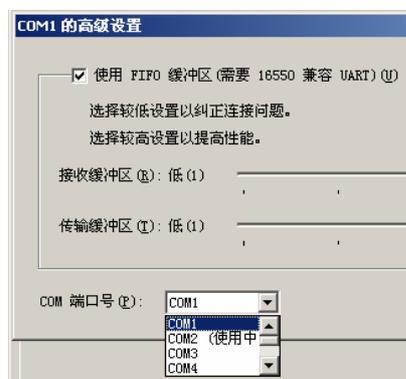

图 3
- 3) 在“COM1 的高级设置”对话框中（如图 3）校正正确的 COM 端口号。